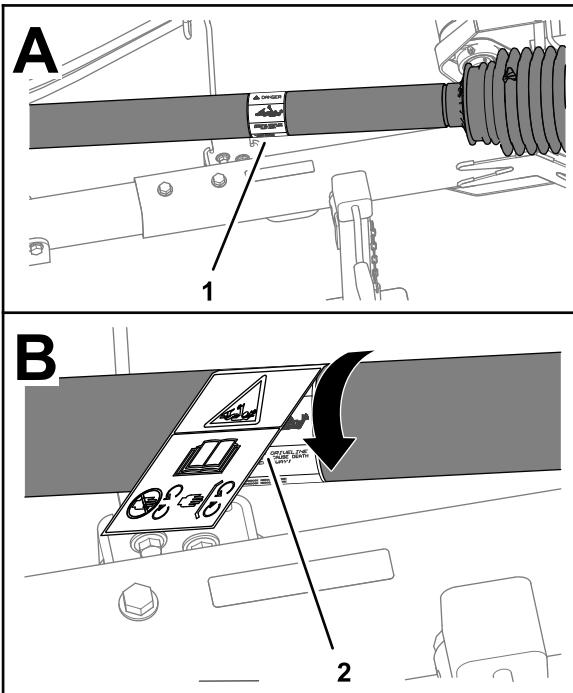

Figura 3
1. Ruotate la protezione dell'albero per accedere all'adesivo di aggrovigliamento esistente (Figura 3).
4. Posizionate l'adesivo di aggrovigliamento CE sull'adesivo di aggrovigliamento esistente (Figura 3).